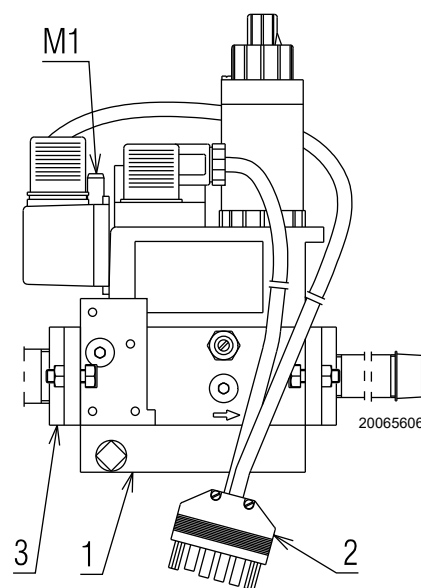

Fig. 17
- svitare le viti della spina 6 poli 2)(Fig. 17) della rampa gas;